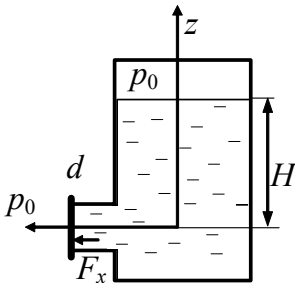

Рисунок 2.13
2.21. Определить усилие, открывающее крышку люка открытого нефтехранилища (рисунок 2.13), запирающую круглое отверстие диаметром  $d = 600 \text{ мм}$ , расположенное на глубине  $H = 2,8 \text{ м}$ . Плотность нефти равна  $890 \text{ кг/м}^3$ .